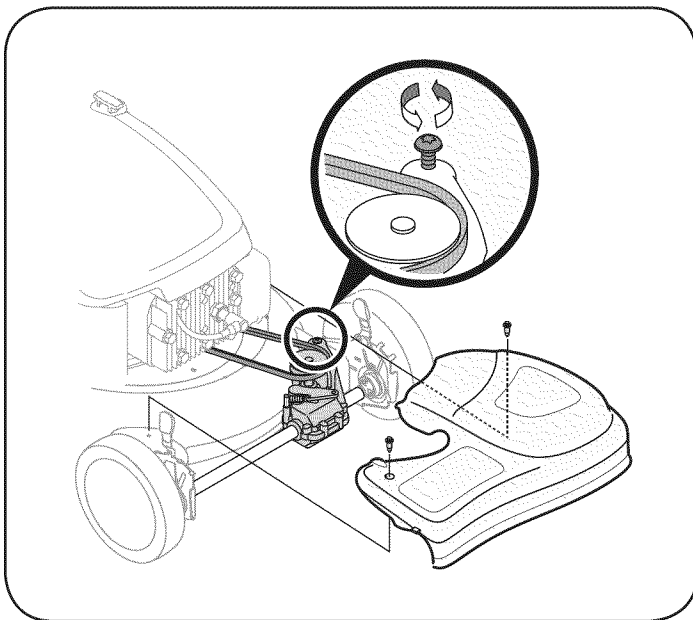

Figura 18
1. Extraiga dos los tornillos con reborde asegurando la cubierta frontal a la cubierta de la podadora. Vea la Figura 18. Presione hacia adentro sobre los laterales de la cubierta frontal y suelte las aletas que la aseguran a las ménsulas del ajustador de altura. Quite la cubierta de la podadora.
2. Afloje el tornillo que sujeta el resorte de tensión de la correa a la transmisión. Vea la Figura 18 encarte. No saque completamente el tornillo. A medida que afloje el tornillo disminuirá la tensión de la correa.